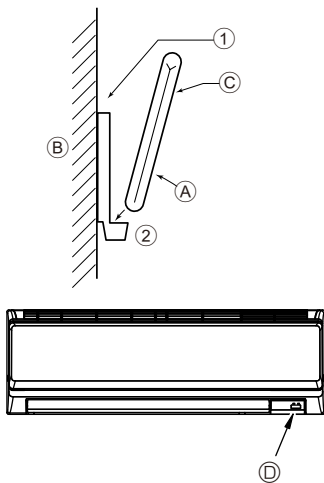
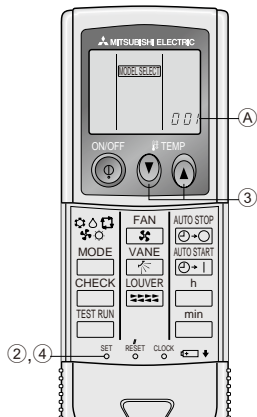

Рис. 6-5
Рис. 6-6
2) Метод установки (Рис. 6-5)
- ① Закрепите держатель пульта дистанционного управления в выбранном Вами месте с помощью двух самонарезающих винтов.
- ② Вставьте низ пульта в держатель.
3) Настройка (Рис. 6-6)
- ① Вставьте батарейки.
- ② Нажмите кнопку SET остроконечным предметом. На дисплее замигает индикация MODEL SELECT и высветится No. модели.
- ③ Нажмите кнопку temp (TEMP), чтобы настроить No. модели.
- ④ Нажмите кнопку SET остроконечным предметом. На дисплее на три секунды загорится индикация MODEL SELECT и No. Модели, которая затем погаснет.